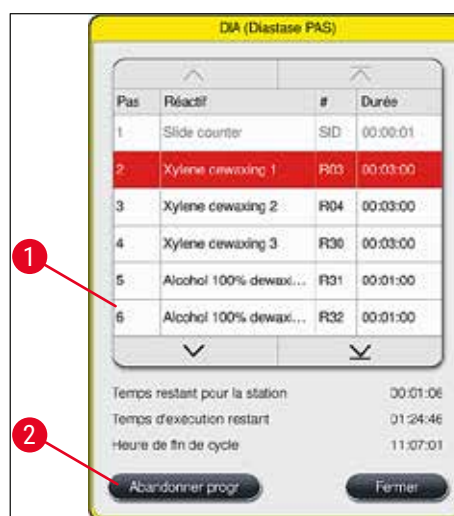

Fig. 92
2. Une liste des pas du programme (→ "Fig. 92") s'affiche ; le pas actuel étant sélectionné en rouge (→ "Fig. 92-1").